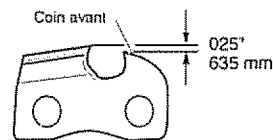

Figure 25 - Arrondir le coin avant du limiteur de profondeur
- 3 Retirer l'outil. Avec la lime plate, arrondir le coin avant du limiteur de profondeur (voir la Figure 25).